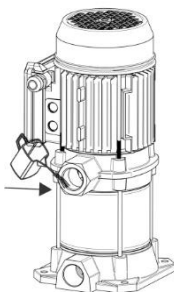

Fig.4
- Llene de agua completamente el cuerpo bomba al igual que el tubo de aspiración a través del tapón de cebado (Fig. 4), asegurándose de que no exista ninguna junta o racord con pérdidas - Compruebe que el sentido de giro del motor coincida con el indicado en la tapa do ventilador. En los motores trifásicos, si el sentido de giro es erróneo invierta dos fases en el cuadro de protección.